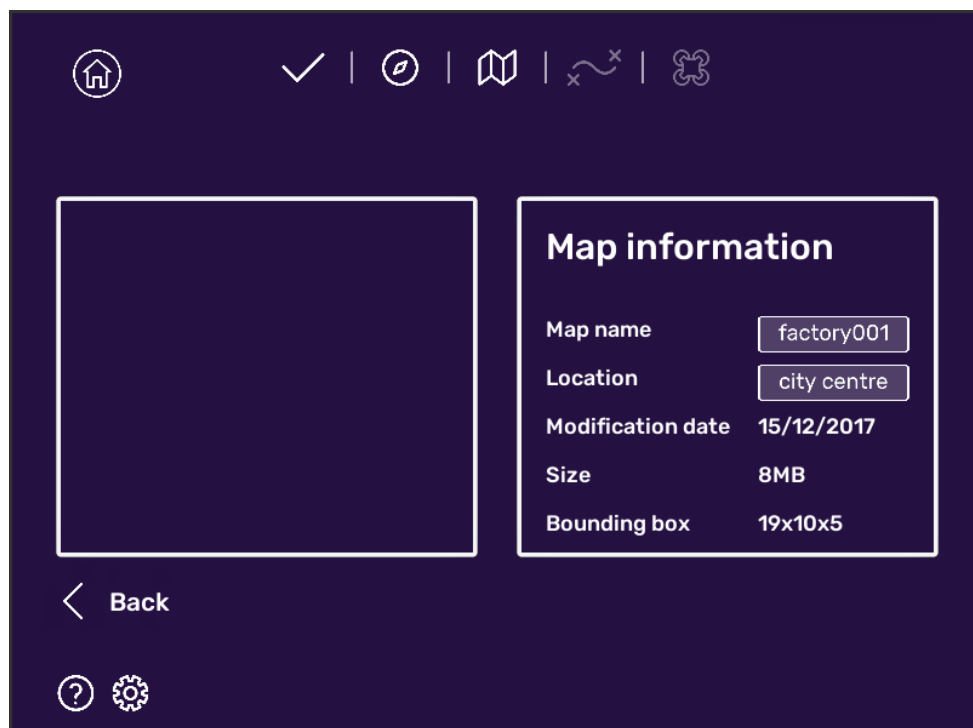

Figura 21. Ventana de información del mapa
2. **Info.** Se muestra la información asociada al mapeado. Ver Figura 21.
Tocar fuera de la ventana emergente para volver a la ventana principal. La información sobre el mapa actual seleccionado puede verse en la figura 21. Por ejemplo, el nombre del mapa, el lugar en que se registró, la fecha en que se registró y algunos detalles técnicos como la cantidad de memoria usada o el volumen cubierto.
Presionar sobre el botón Build Scene y fijar el nombre del mapa y la ubicación de la escena a construir. Ver Figura 21. Introducir el nombre del plan y el autor del plan. Presionar el botón Continuar para pasar al siguiente paso en la ventana de parámetros generales para un plan.